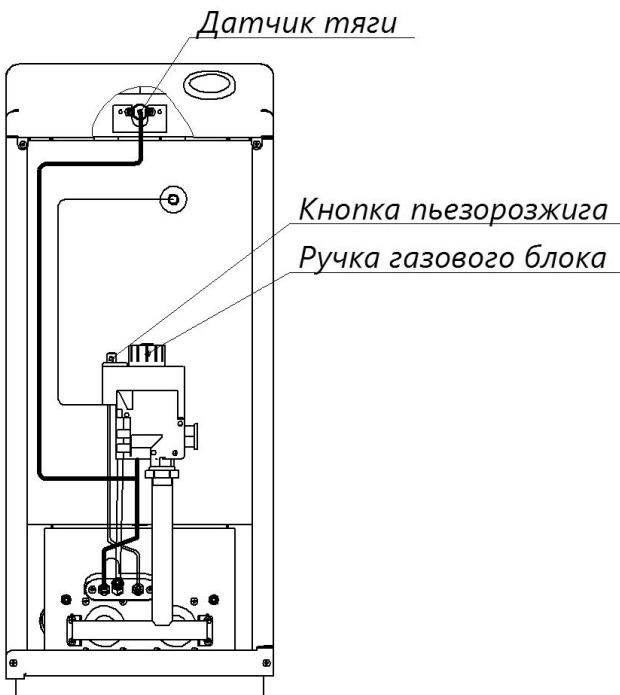

Рисунок 4 - Особенности котла с газовым блоком 630 EUROSIT
- КСГ(В) — с индексом (Е) с газовым блоком 630 EUROSIT (рис. 4,5) или с газовым блоком 710 MINISIT (рис. 6,7)